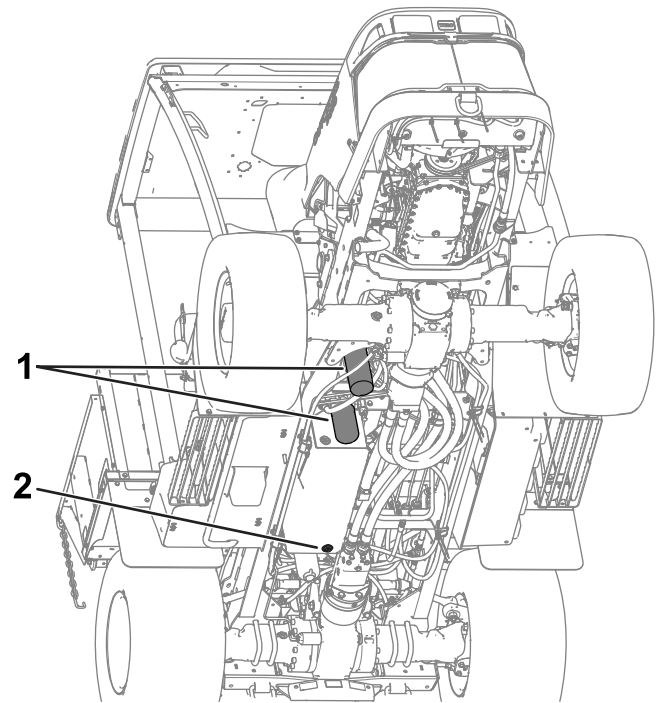

Figura 116
5. Retire el tapón de vaciado de la parte inferior del depósito y deje que se drene el fluido hidráulico al recipiente (Figura 116).
8. Coloque un recipiente debajo del filtro y retire el filtro (Figura 116).